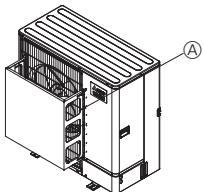

Fig. 2-3
- ② Installieren Sie eine als Sonderzubehör erhältliche Lufteinströmöffnung, wenn die Anlage an einem Aufstellort installiert ist, an dem die Gefahr besteht, dass starker Wind direkt in die Lufteinströmöffnung bläst. (Fig. 2-3)